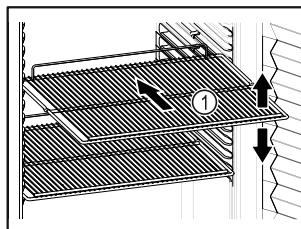

Fig. 82 Примерно изображение
- Ако стелажите за съхранение Fig. 82 (1) могат да се мястят, регулирайте ги според височината.